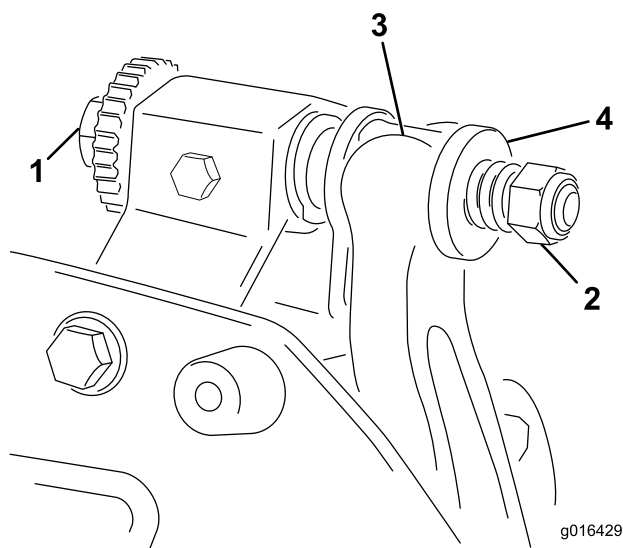

Figura 18
1. Rode o parafuso de ajuste da barra de apoio no sentido contrário ao dos ponteiros do relógio, para afastar a lâmina de corte do cilindro (Figura 18).
2. Faça recuar a porca da mola tensora até que a anilha deixe de estar sob tensão contra a barra de apoio (Figura 18).